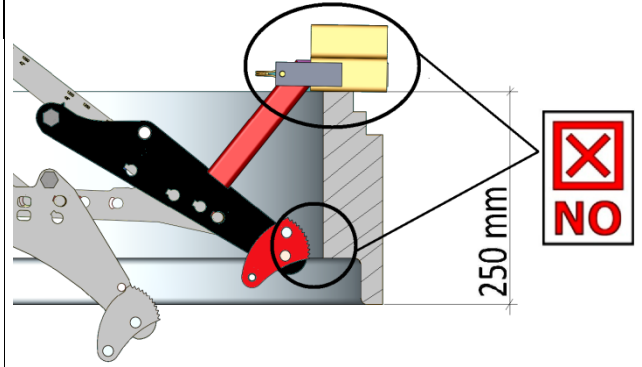

Bild 2
**Bild 2** zeigt einen Schachtring mit einer minimalen Bauhöhe von 250 mm **mit falsch** eingesetzten „Adaptersatz an Auflage von SVZ-UNI“ (4400.0079).